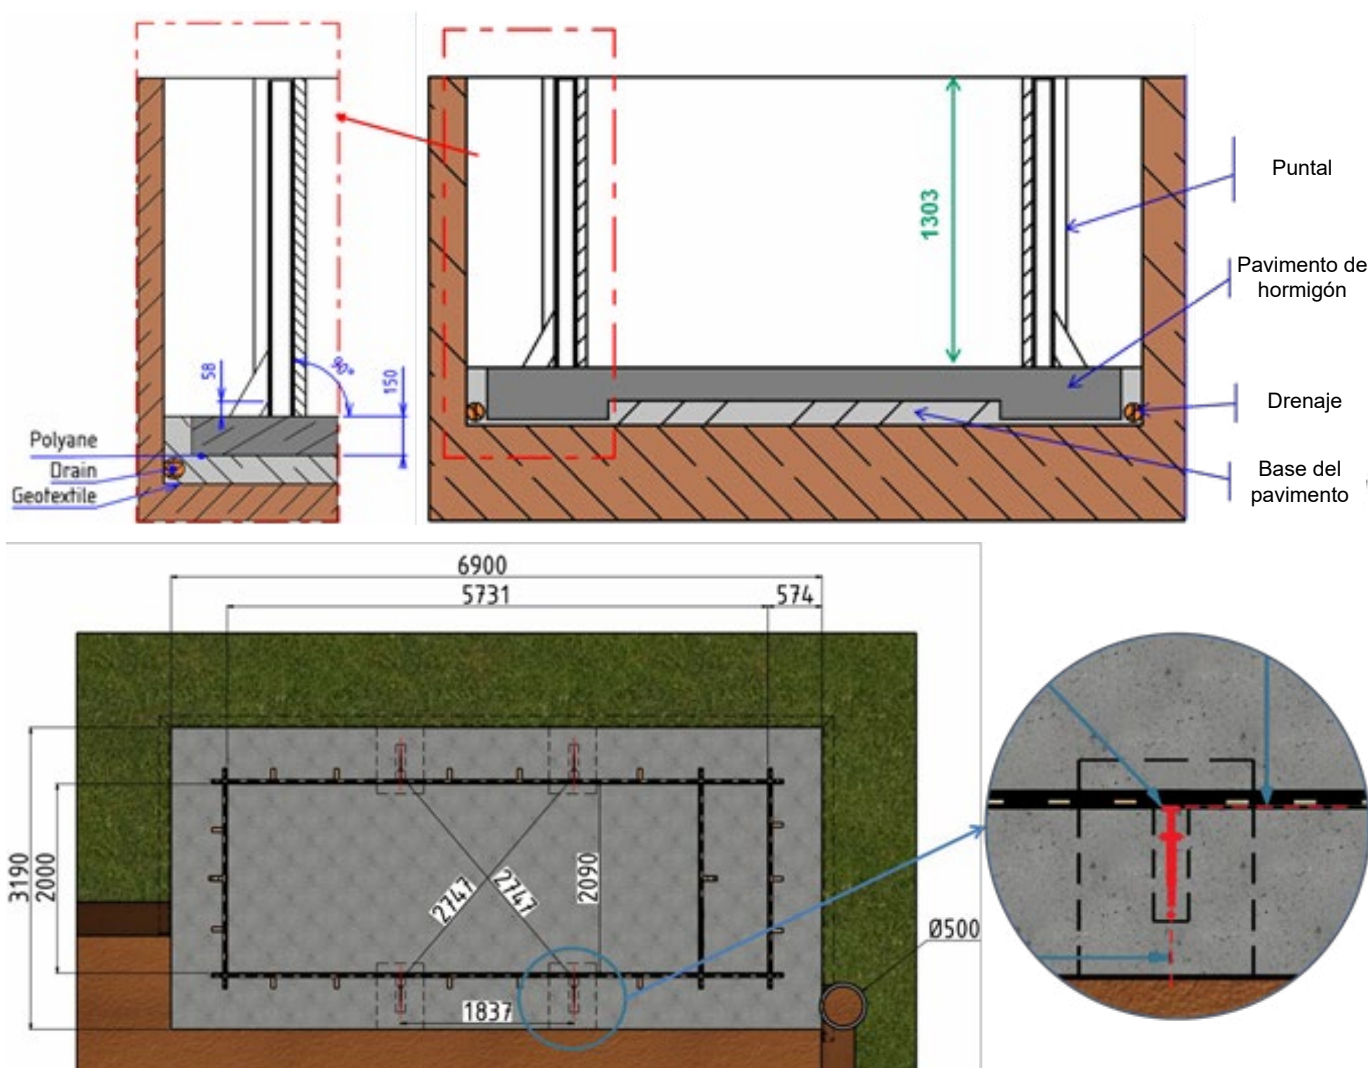

Figura 4 – Posicionamiento de los puntales
**CONSEJO:** puede usar los puntales para materializar la altura que tendrá su pavimento de hormigón una vez que se haya completado. Para esto, tomando como nivel 0 la línea de enrase de su piscina (debajo de los coronamientos, consulte la *Figura 4*, mida 1,303 m y trace una línea en este lado en la parte delantera del puntal. Esta línea corresponderá al valor final de su pavimento de hormigón.
❗ Verifique que se respeten todas las dimensiones de la *Figura 4* antes de continuar con el siguiente paso.